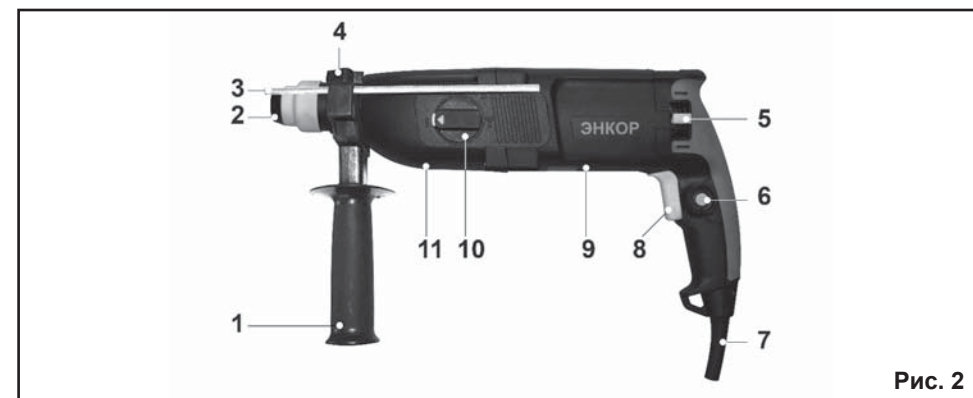

Рис. 2
6. УСТРОЙСТВО ПЕРФОРАТОРА (Рис.2)
7. СБОРКА (Рис.2)
7.2. Отверните винт фиксации (4) ограничителя на несколько оборотов. Вставьте ограничитель глубины сверления (3) в специальное отверстие на рукоятке (1). Зафиксируйте установленное положение ограничителя глубины сверления (3) винтом фиксации (4).
8. ПОДГОТОВКА К РАБОТЕ И РЕГУЛИРОВКА (Рис.2)